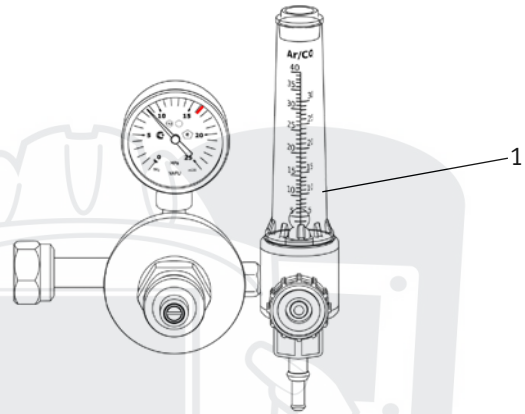

Рис. 11.4. Регулятор с ротаметром.
6. С помощью регулятора (См. рис. 11.4) установите необходимый расход защитного газа (от 4 до 20 л/мин в зависимости от выполняемых задач или см. таблицу 12.9).